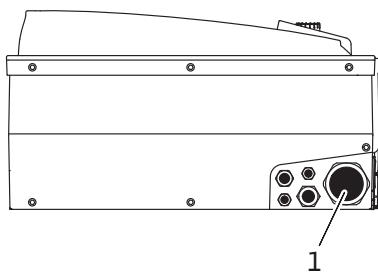

Fig. 22: Kabelverschraubung M40
- Die Netzanschlussleitung ist durch die Kabelverschraubung M40 (Fig. 22, Pos. 1) zu führen.